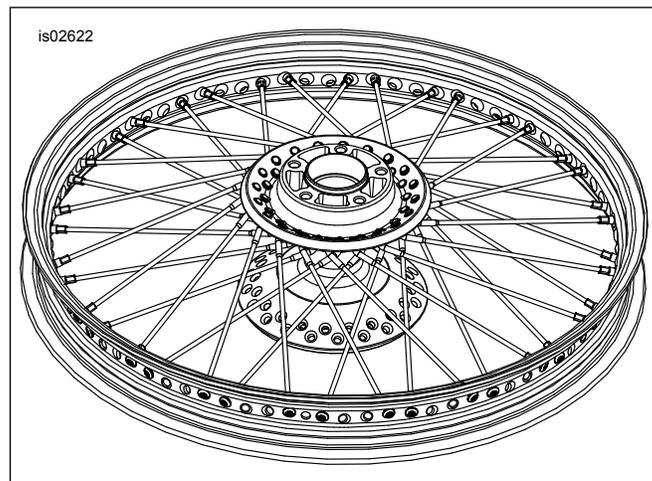

Figura 6. Instalação dos raios internos (roda de 21 pol. mostrada)
5. Veja Figura 6. Insira o primeiro raio da fileira **interna** no cubo. Incline o raio no sentido anti-horário cruzando **quatro** raios da fileira externa. Monte as conexões dos raios sem apertar muito.